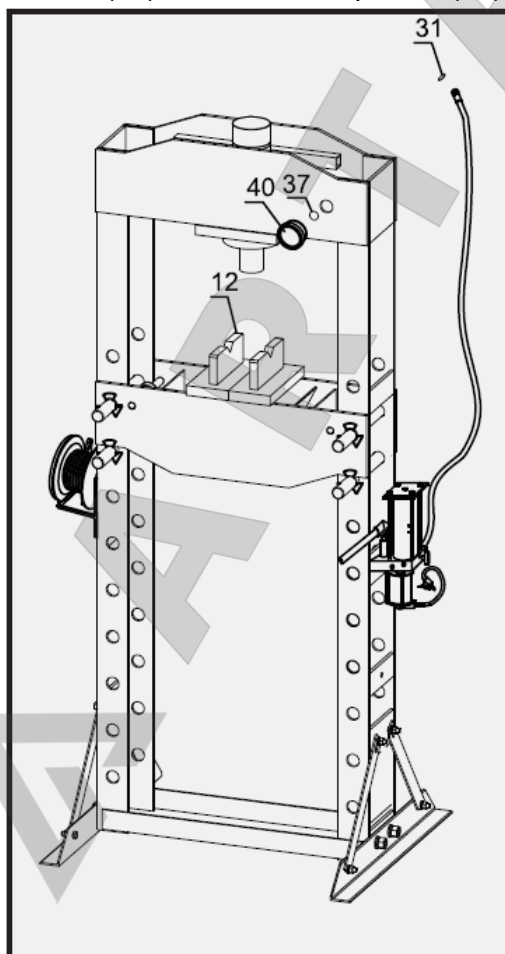

Рис. 5
Воспользуйтесь схемой станда (рис. 5), списком деталей и схемой сборки, приведенной в данной инструкции, разложите все детали по порядку и установите их предназначение перед сборкой.
6. Закрепите шланг к Т-образному соединителю с использованием уплотнительного кольца (31). Затем закрепите манометр (40) с использованием уплотнительного кольца (37). Установите призмы (12) на стол пресса. См. рис. 5.